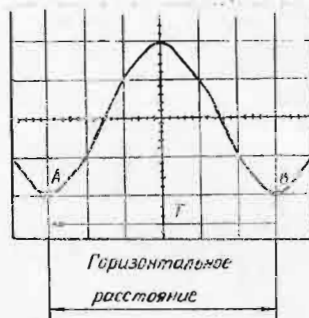

Рис. 4. Измерение длительности и частоты
Пример. Допустим, что расстояние между измеренными точками А и В составляет 6 дел (рис. 4), а переключатель «ВРЕМЯ/ДЕЛ» установлен в положение «0,2 мС».
- а) измерьте длительность времени одного периода сигнала, как описано в п. 9. 3. 3 (рис. 4);